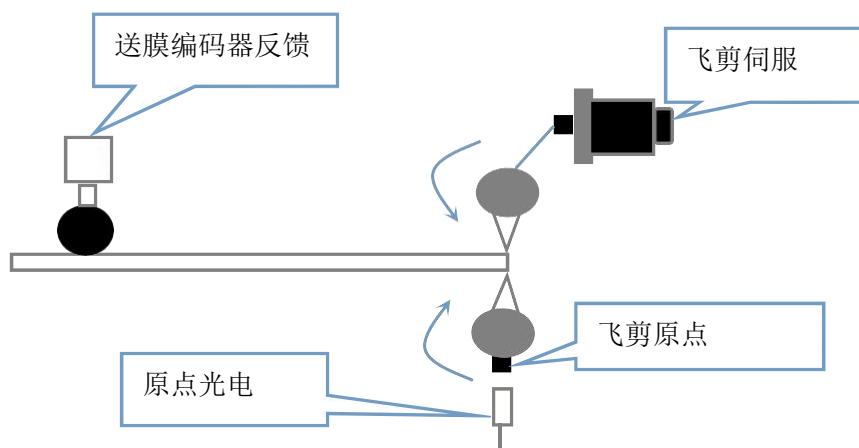

图 1.3 飞剪结构简图
以包装机机械为例，机械结构如图 1.3 所示，主轴为送膜轴，外接编码器或者伺服编码器直接反馈，从轴为横封切刀，切刀存在一个原点，用于确认切刀机械位置，原点安装位置为切刀正好切到物料的时候正好检测到信号的位置，如下图所示。
2. 飞剪轴的原点光电安装位置为切刀正好切到物料时原点正好检测到的位置。如图 1.3 所示。